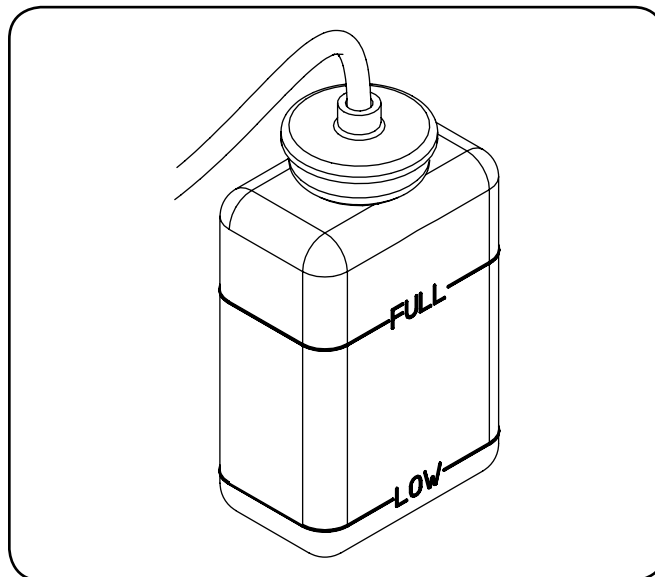

Figura 5-2
3. Si el nivel de refrigerante está por debajo de la marca "LOW" (bajo), quite la tapa del depósito y agregue solución de refrigerante hasta llegar a la marca "FULL" (lleno). Consulte la Figura 5-2.